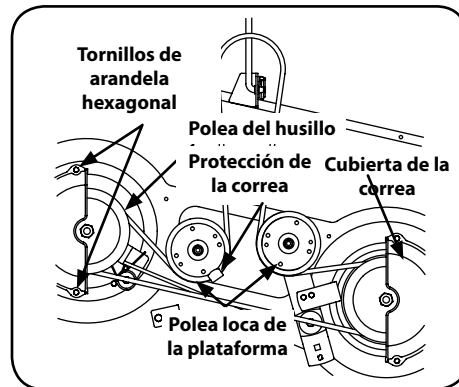

Figura 4-14
2. Extraiga las cubiertas de la correa retirando los tornillos con arandela hexagonales que las sujetan a la plataforma. Consulte la Figura 4-14.
4. Retire con cuidado la correa de la plataforma de alrededor de las dos poleas del husillo y las dos poleas locas de la plataforma. Consulte la Figura 4-14.
5. Para colocar la correa nueva, comience pasando la correa alrededor de las dos poleas exteriores del husillo como se muestra en la Figura 4-14
6. Pase la correa alrededor de las dos poleas locas de la plataforma, como se ve en la Figura 4-14.
9. Reinstale la plataforma, comprobando que la correa se ha pasado alrededor de las poleas como se indica. Consulte la Figura 4-14.